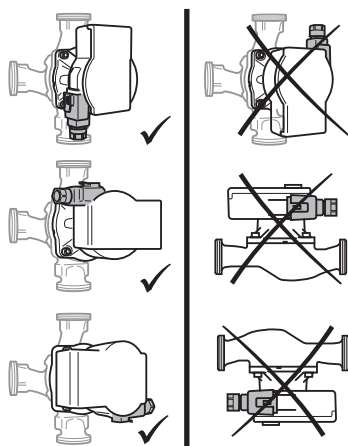

Fig. 2: Posizioni di montaggio
- Scegliere il luogo di installazione conformemente alla posizione di montaggio consentita (Fig. 2).
- Rispettare la posizione di montaggio consentita (Fig. 2) della pompa, all'occorrenza ruotare la testa motore (2 + 6).
- Allineare lateralmente la valvola d'intercettazione in modo tale che eventuali perdite d'acqua non gocciolino sul modulo di regolazione (6).**
- Attenersi alla posizione di montaggio consentita (Fig. 2) tenendo conto della freccia di direzione del flusso riportata sul corpo pompa (1).
- Stringere le 4 viti del corpo (5).